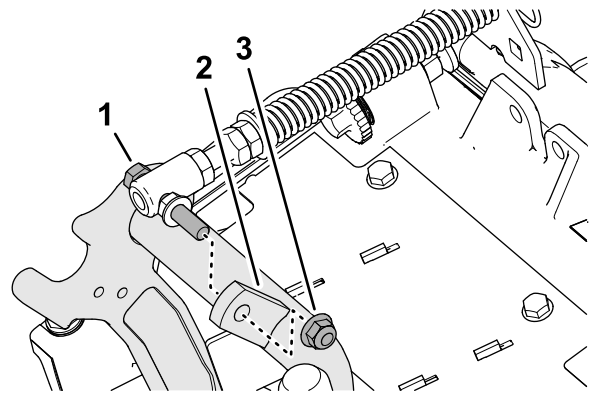

図 8
3. ターフ補正スプリングのキャップスクリューをキャリアフレームの右側タブに固定しているフランジロックナット $\frac{3}{8}$ "を外して、補正スプリングをカッティングユニットから外す 図 8。